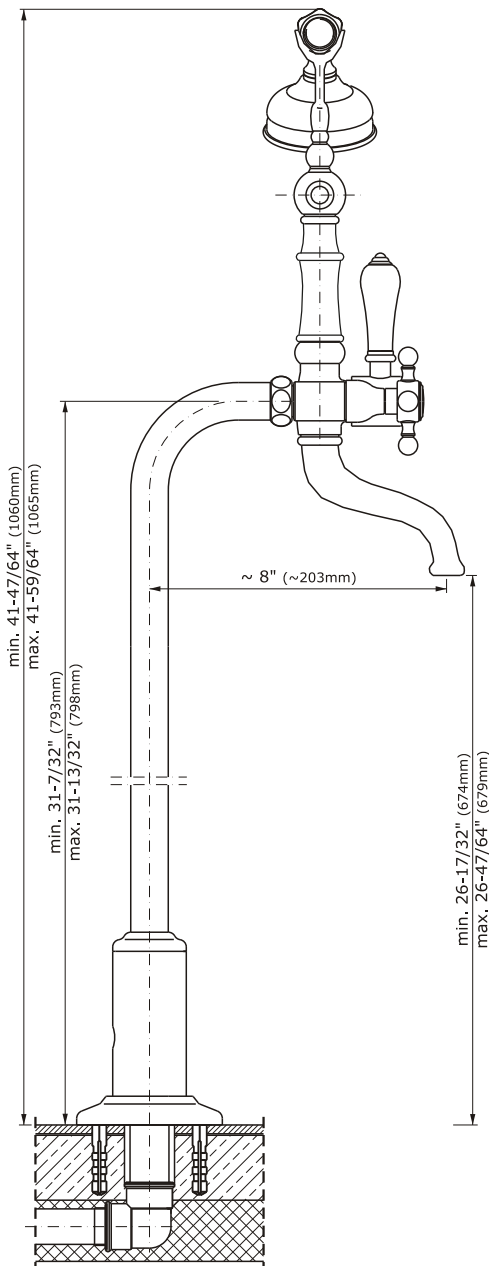

FIG. 4
11. Make sure that the flat seals are positioned correctly in the nuts in the back of the filler by tightening the nuts to the floor legs (fig. 4).
13. Put on the handles (2) onto the stem of hot and cold valves. Secure the handles using the hex key for screw (3) - see p. 2.
- empaquetadura plana (19) esté en la tuerca de la válvula de cierre en momento de apretarla. Posicione correctamente el pilar de tal modo que la pieza de unión superior esté dirigido a la bañera (dis. 3.1).